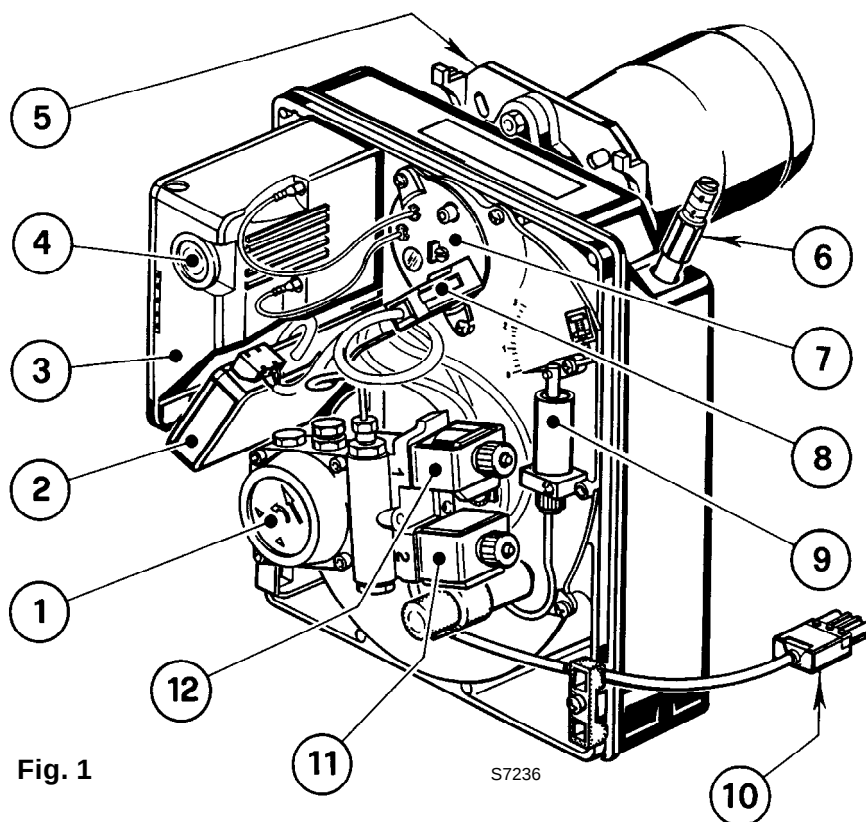

Fig. 1
- Die Reinigung des Photowiderstandes ausführen, (8, Abb. 1, Seite 1).
Nachfolgend finden Sie einige denkbare Ursachen und Abhilfemöglichkeiten für Störungen, die den Betrieb des Brenners beeinflussen oder einen nicht ordnungsgemäßen Betrieb des Brenners verursachen könnten. In den meisten Fällen führt eine Störung zum Aufleuchten der Kontrolleuchte in der Entstörtaste des Steuergeräts (4, Abb. 1, S. 1).